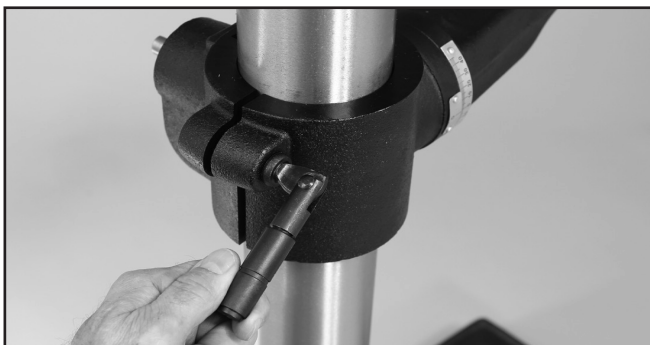

FIG. 2
1. Installez la poignée de levier de verrouillage large (#9) sur l'articulation arrière du support de support de la table. Faites glisser la poignée à travers le trou non fileté sur le moulage de support. La poignée engagera le filetage de l'autre côté du trou dans la coulée, puis serrera le levier de verrouillage pour fixer le support en place sur la colonne. FIG. 2.